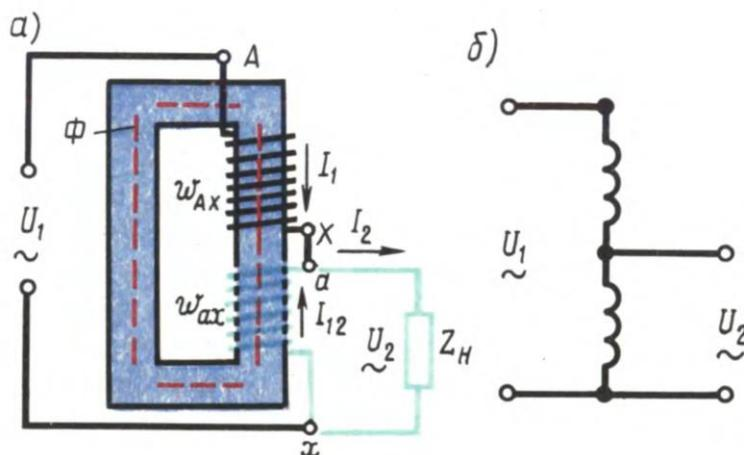

Рис. 3.2. Электромагнитная (а) и принципиальная (б) схемы однофазного понижающего автотрансформатора
Автотрансформатор — это такой вид трансформатора, в котором помимо магнитной связи между обмотками имеется еще и электрическая связь. Обмотки обычного трансформатора можно включить по схеме автотрансформатора, для чего выход X обмотки ω_{AX} соединяют с выводом a обмотки ω_{ax} (рис. 3.2). Если выводы Ax подключить к сети, а к выводам ax подключить нагрузку Z_H , то получим понижающий автотрансформатор. Если же выводы ax подключить к сети, а к выводам Ax подключить нагрузку Z_H , то получим повышающий автотрансформатор.
1. Большие токи к.з. в случаях понижающего автотрансформатора: при замыкании точек а и х (см. рис. 3.2, а) напряжение U_1 подводится лишь к небольшой части витков Аа, которые обладают очень малым сопротивлением. В этом случае автотрансформаторы не могут защитить сами себя от разрушающего действия токов к.з.